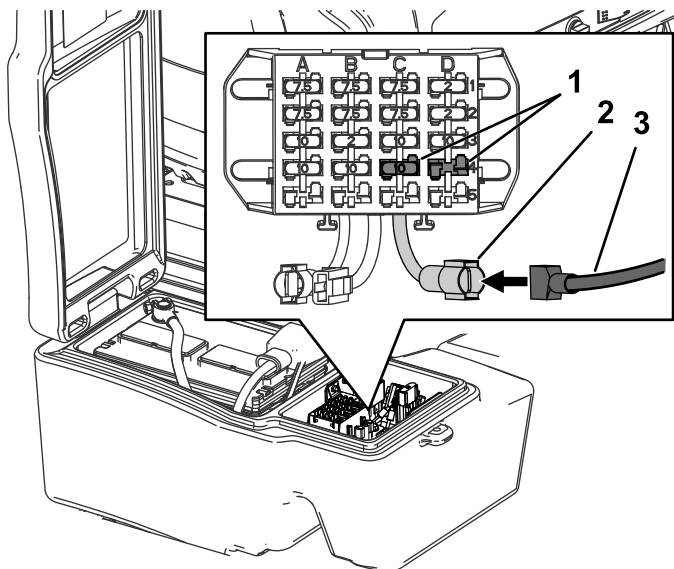

Figure 24
4. Branchez la borne du faisceau de câblage au câble d'alimentation auxiliaire sortant du porte-fusibles, comme montré à la Figure 24.